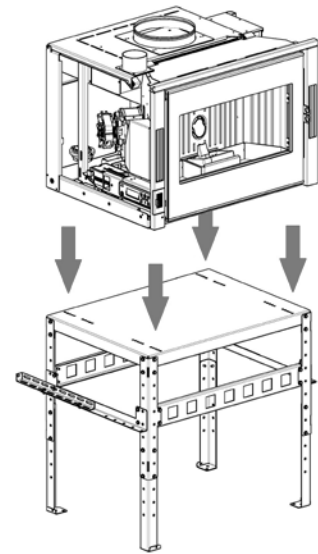

Fig. 43 - Fije el insertable encima la estructura
- Apoye el insertable encima de la estructura fijando con tornillos en los alojamientos (véase **Fig. 43**).